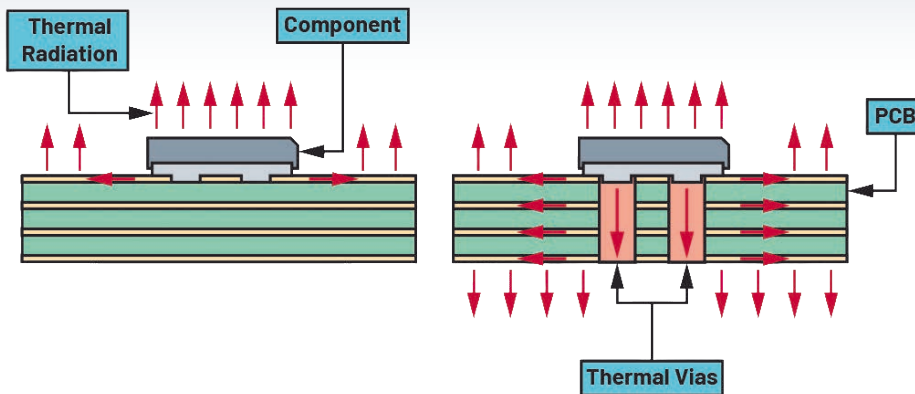

Bild 5: Wärmeverteilung in der Leiterplatte mit und ohne thermische Durchkontaktierungen
- Verwenden Sie breite Kupferflächen und thermische Durchkontaktierungen, um die Wärme zu verteilen. Bild 5 veranschaulicht, wie man Durchkontaktierungen zur Wärmeverteilung nutzen kann.